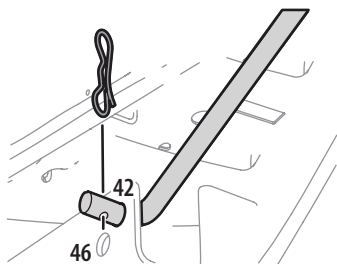

Figure 23
7. Retirez la goupille fendue qui fixe la tige de relevage avant au plateau (Figure 23). Faites sortir la tige de relevage du support avant.